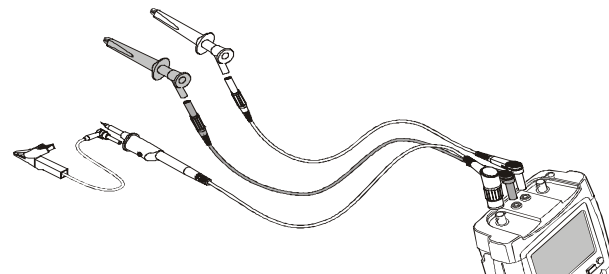

Figura 19. Scansione singola Scope Record
- 4 Applicare un segnale UPS all'ingresso A BNC rosso. Applicare un segnale di inizio agli ingressi rosso e nero connettore a banana trigger esterno. (Vedere la Figura 19.)